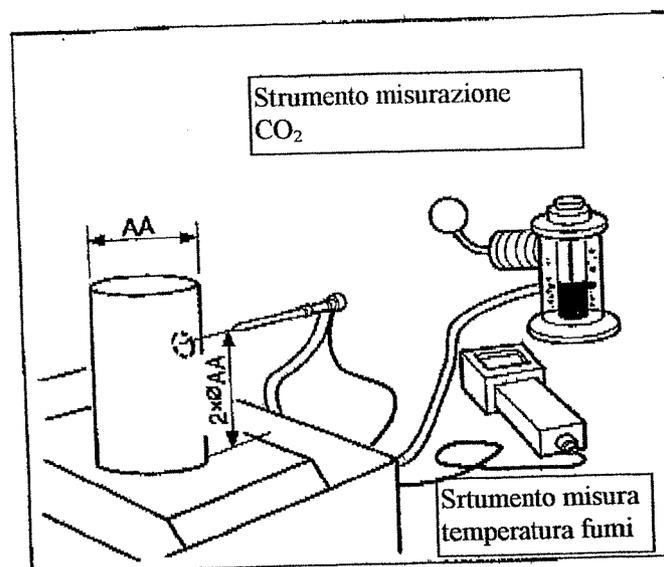

Fig. 23 Punti di misurazione
- ◆ Svitare il tappo a vite (Fig. 23) corrispondente sul raccordo per l'apporto aria/scarico gas e, dopo aver effettuato la misurazione, riavvitarlo.
$t_A$  = temperatura gas di scarico, lordo (punto di misurazione Fig. 23, punto 1)
$t_L$  = temperatura dell'aria (punto di misurazione Fig. 23, punto 2)
$CO_2$  = contenuto di anidride carbonica (punto di misurazione Fig. 23, punto 1)
### Contenuto di diossido di carbonio (punto di misurazione Fig. 23, punto 1)